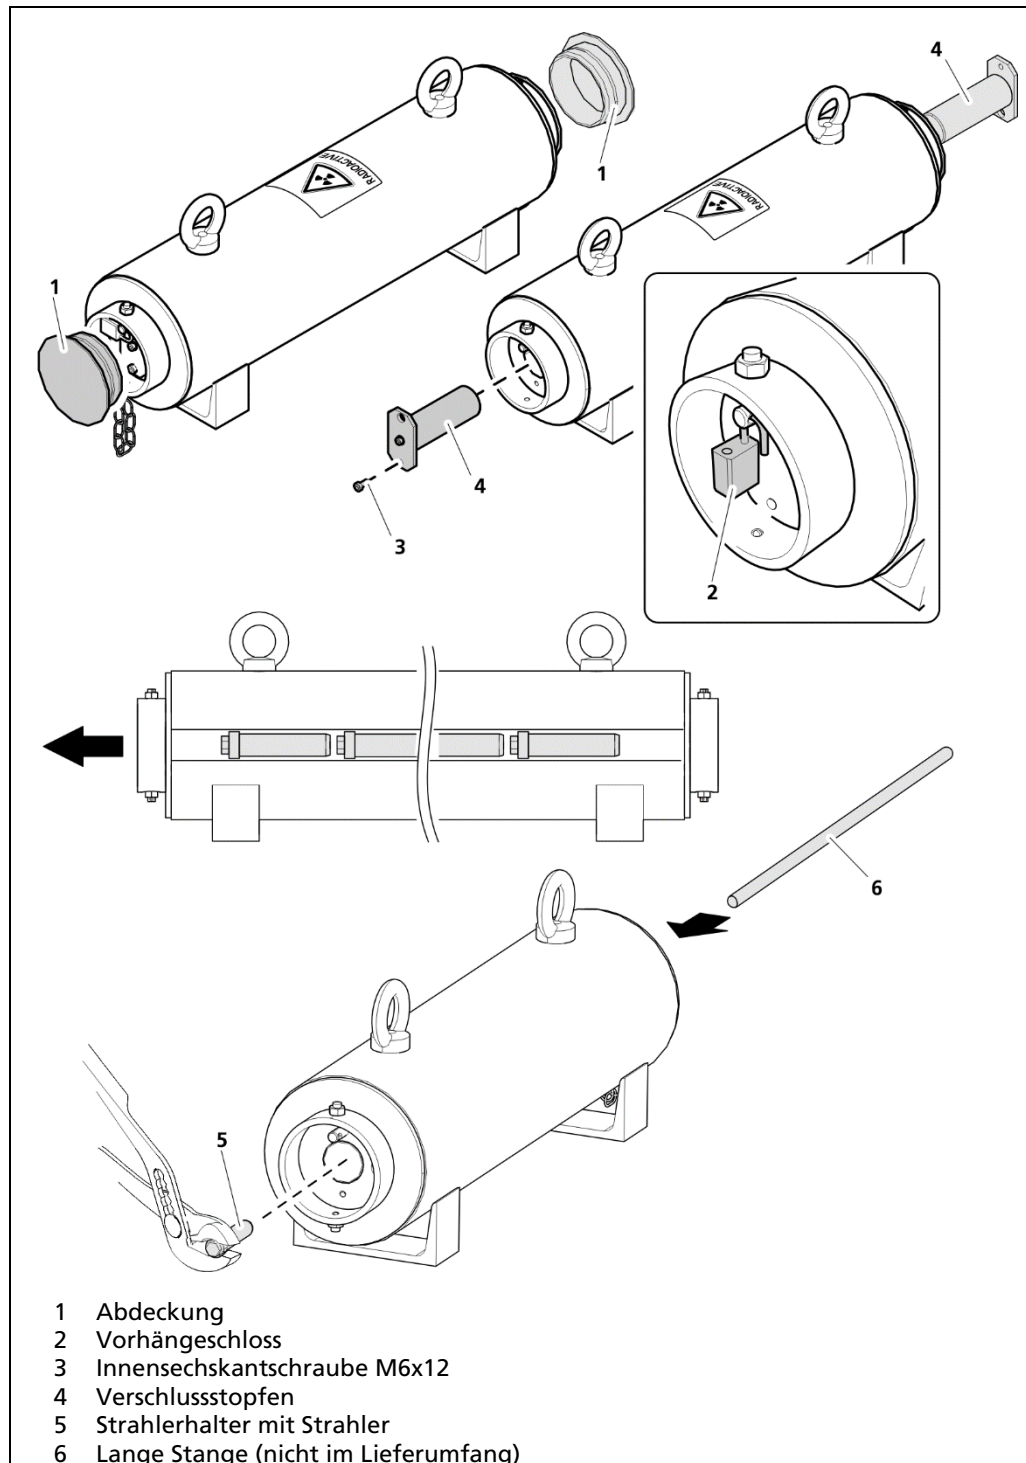

Abb. 9 Punktstrahler aus Stabstrahlerabschirmungen ausbauen
1. Entfernen Sie die Abdeckungen (Abb. 9, Pos.1).
2. Entfernen Sie die Vorhängeschlösser (Abb. 9, Pos.2).
3. Lösen Sie die Innensechskantschraube (Abb. 9, Pos.3) und entfernen Sie die Verschlussstopfen (Abb. 9, Pos.4).
4. Ziehen Sie den Strahlerhalter mit Strahler (Abb. 9, Pos.5) mit der Zange o.ä. aus der Abschirmung.
5. Sind mehrere Punktstrahler eingebaut, führen Sie eine lange Stange (Abb. 9, Pos.6) in die Öffnung ein um die Punktstrahler aus der Transportabschirmung zu schieben.